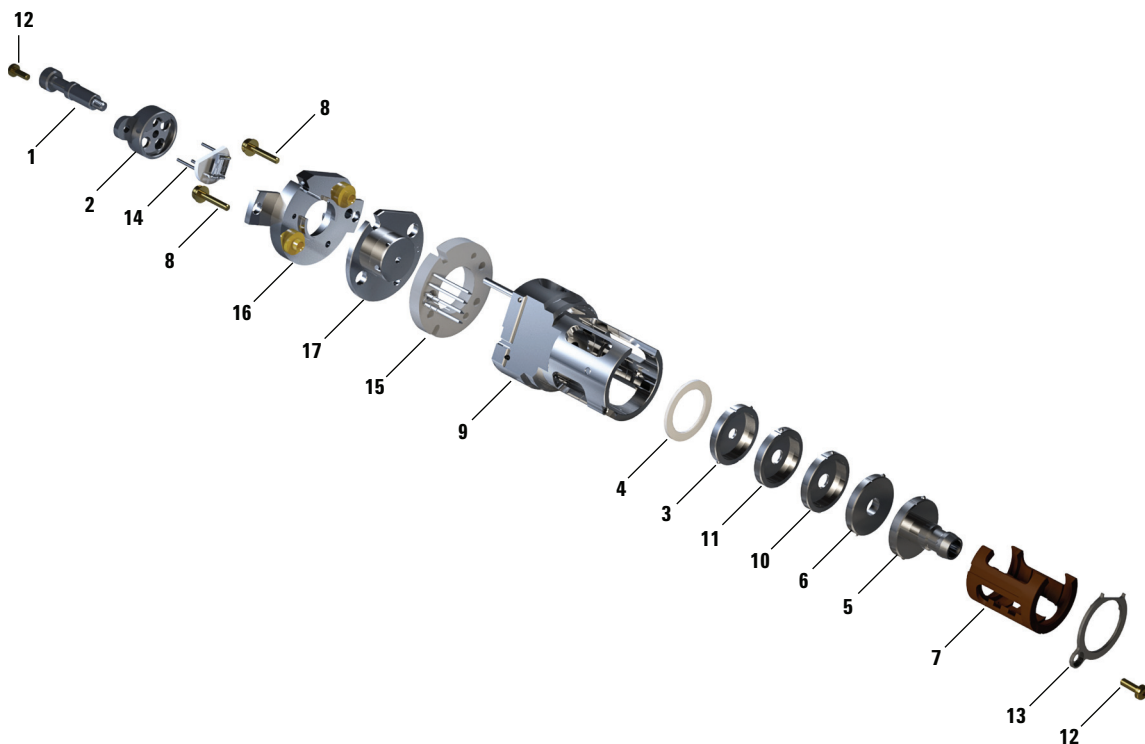

Figure 59. Montage de la source EI HES
Se reporter à la vue éclatée des pièces et à la liste des pièces de la source EI HES en suivant cette procédure. (Voir **Figure 59** et **Tableau 19** page 204.)
- 3 Insérer l'ensemble lentilles revêtu dans l'isolant de la source. (Voir **Figure 59** page 204.) Les numéros gravés font face à l'ouverture s'étendant vers l'extrémité de la source. Vérifier si la céramique est bien située à l'extrémité de la source.
- 9 Fileter l'embout de préhension dans le bloc filament. (Voir **Figure 59** et **Tableau 19** page 204.)
Tableau 19 Liste des pièces de la source EI HES (Figure 59)
Tableau 19 Liste des pièces de la source EI HES (Figure 59) (suite)